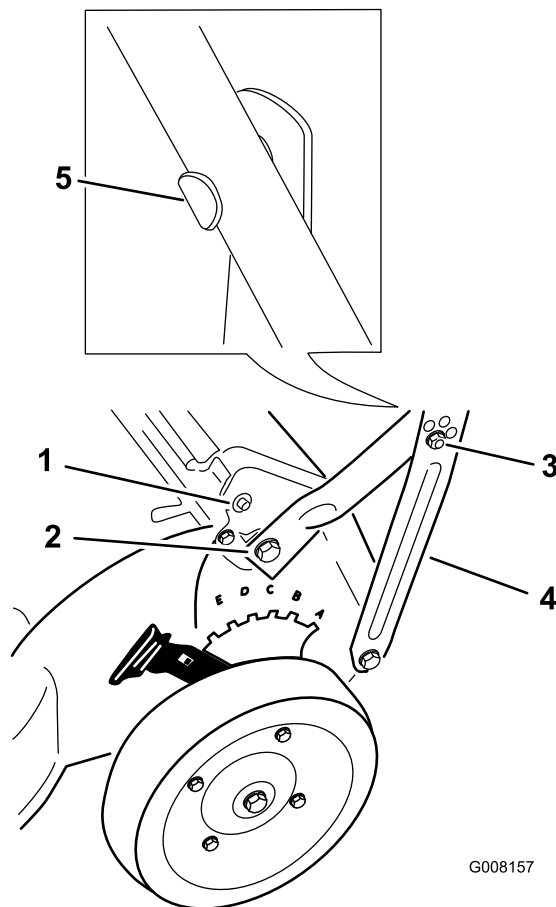

Figura 3
3. Monte los soportes del manillar a los costados del manillar inferior con 2 pernos de cabeza ovalada y sujételos con la presión de los dedos solamente usando 2 contratuercas (Figura 3).
4. Alinee las cabezas de los pernos de cabeza ovalada con el manillar según se indica en Figura 3; luego,
Nota: Sujete los cables lo más bajo posible en el manillar para evitar que se enganchen en el tapón de extremo de la varilla de la puerta trasera e interfieran con el sistema de autopulsión (Figura 3).